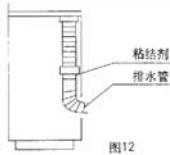

图12
- (2) 排水管应由内向外如图所示倾斜，以便冷凝水排除。
- (3) 为了防止排水管接口处泄漏，请在接口处使用粘结剂。见图12。
- (4) 安装时可根据具体情况来布置管道走向，既可由后板孔内通出，